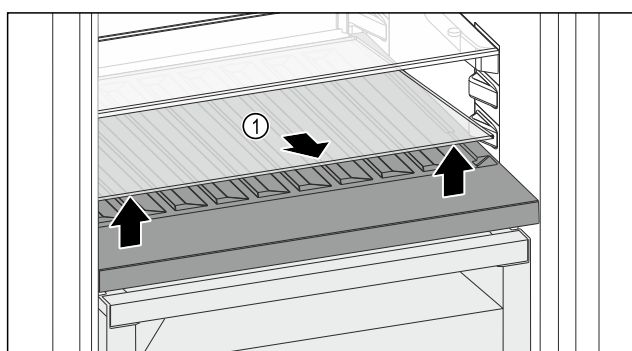

Fig. 103
- ▶ 抬起前部槽上的玻璃隔板 Fig. 103 (1) 并取出。
- ▶ 将玻璃隔板 Fig. 103 (1) 稳妥地放在冰箱外。